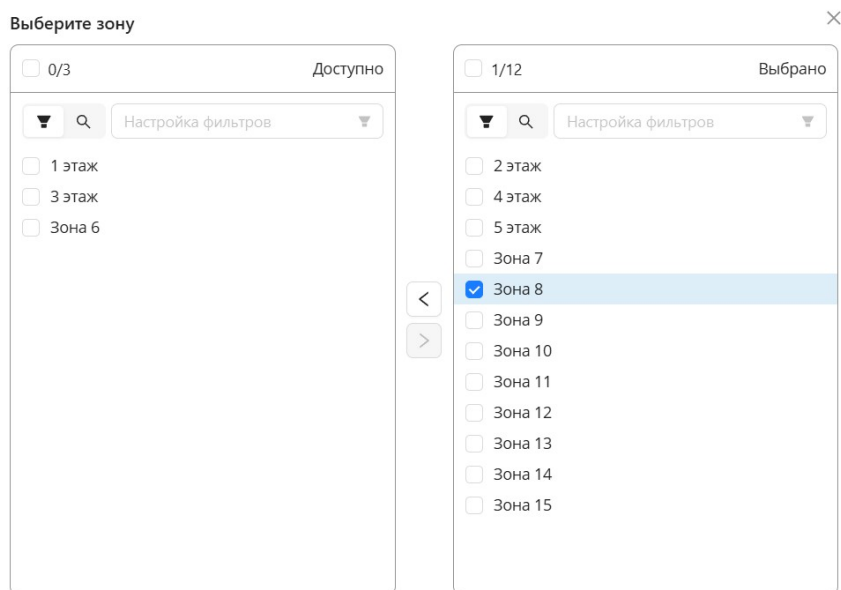

Рисунок 7.121 – Расширенный выбор для зон
3) выберите объект, для которого создается логика срабатывания. Кнопка  позволяет открыть окно с расширенным выбором объектов в соответствии с рисунком Рисунок 7.121. Расширенный выбор позволяет фильтровать и искать объекты с помощью функции поиска. Рекомендуется пользоваться расширенным выбором при большом количестве объектов.